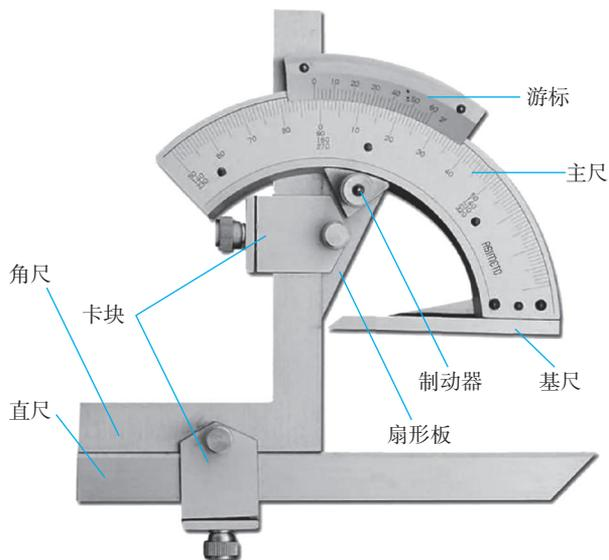

图 1-11 万能角度尺的结构
(4) 万能角度尺: 又称角度规、游标角度尺和万能量角器, 是利用游标读数原理来直接测量工件角或进行划线的一种角度量具。万能角度尺适用于机械加工中的内、外角度测量, 可测 $0^{\circ} \sim 320^{\circ}$ 外角及 $40^{\circ} \sim 130^{\circ}$ 内角。其结构如图 1-11 所示。